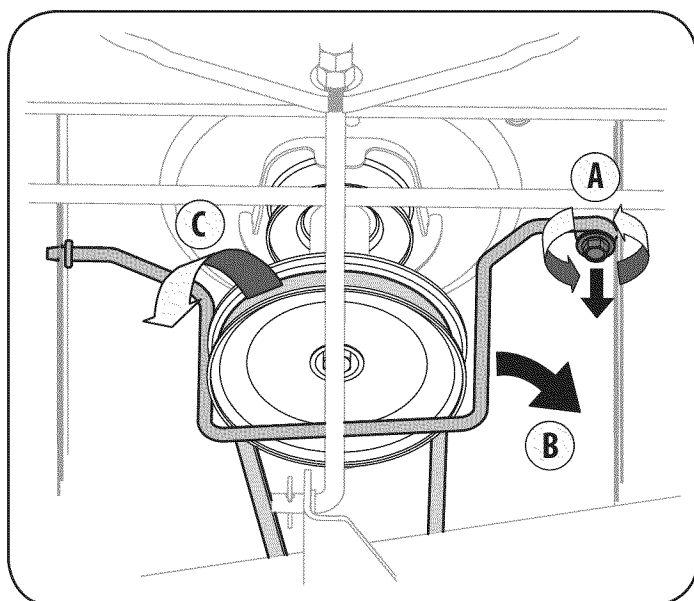

Figura 19
3. Extracción de la auto-Tornillo (A) que asegura el cinturón-Rod de todo poseedor de la polea del motor del tractor, a continuación, quitar la varilla poseedor del cinturón (B). Véase la figura. 19.
4. Retire la correa (C) de alrededor de la polea del motor del tractor. Véase la figura. 19.